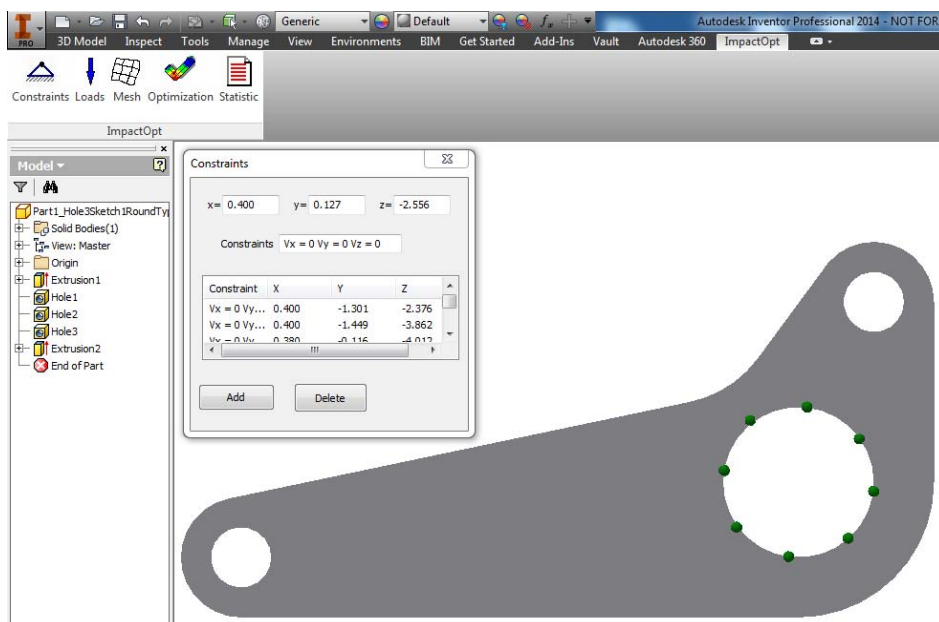

Рис. 3. На геометричній формі задаються початкові і граничні умови
- для геометричної форми задаються початкові і граничні умови, навантаження (рис. 3,4);